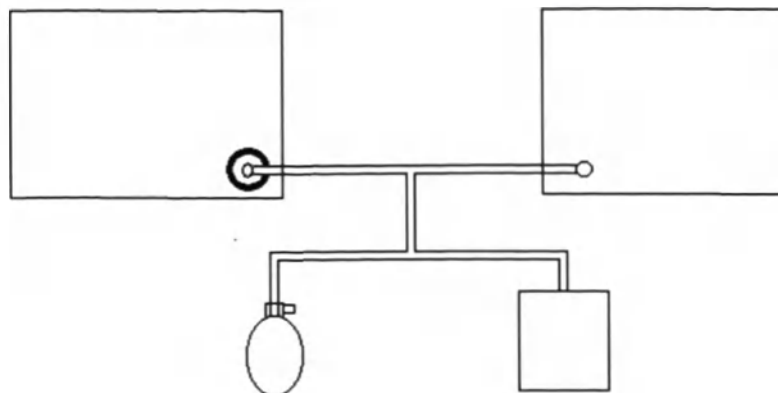

Рисунок 42 – Схема проверки точности
1. Соедините оборудование, как показано на схеме ниже (рисунок 42).